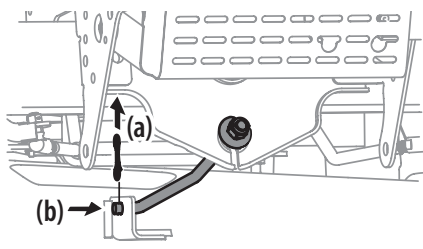

Figure 33
- Pour les plateaux de coupe de 36, 42 et 46 po, retirez la goupille fendue (a) qui retient la tige de relevage (b) du plateau. Faites glisser la tige de relevage du plateau hors du support soudé. Voir Figure 33.